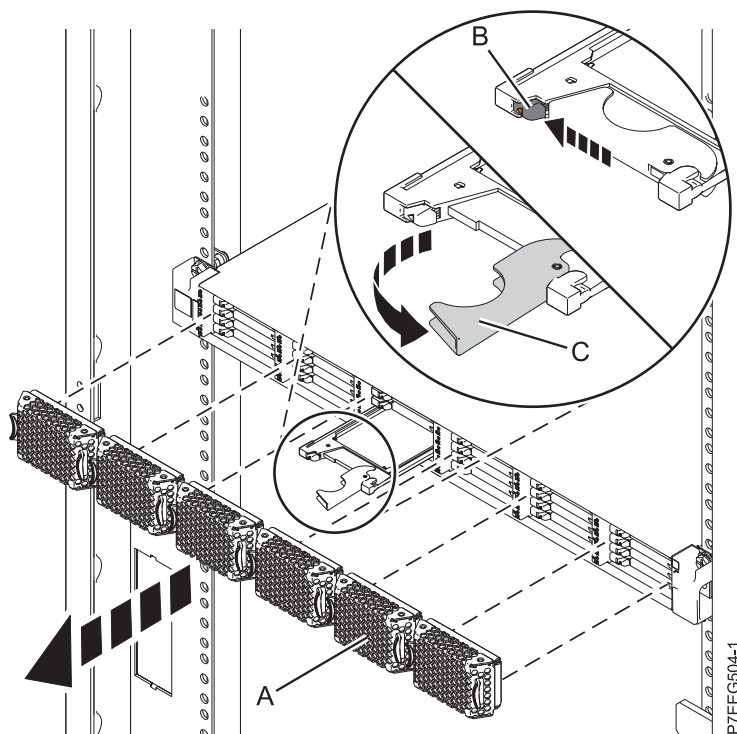

Figura 18. Extracció de la unitat d'estat sòlid des de Allotjament d'emmagatzematge EDR1 PCIe
4. Aixequeu la tapa bisellada (A) que cobreix la ranura que conté la unitat d'estat sòlid.
5. Quan el LED d'identificació d'unitat d'estat sòlid es torni sòlid, desplaçe el pestell d'alliberació (B) amb compte per tal de desbloquejar la nansa de la unitat. Consulteu Figura 18.
6. Agafeu la nansa (C) i feu sortir parcialment la unitat de la ranura.